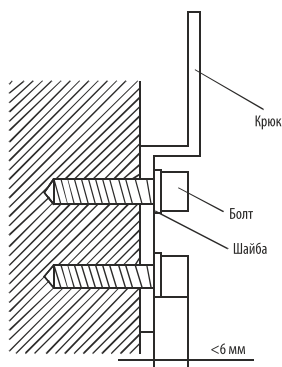

Рис. 42-7
1. С помощью болтов закрепите крюк на стене (см. рис. 42-7)